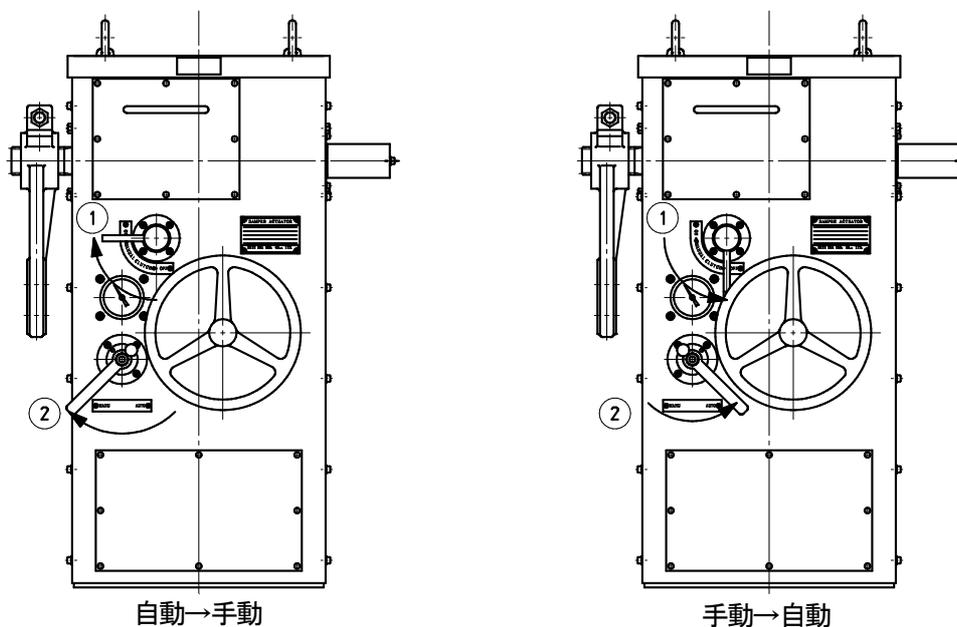

図 6-2-(2)
・クラッチレバーを OFF の位置にします。(図 6-2-(2)右側①)